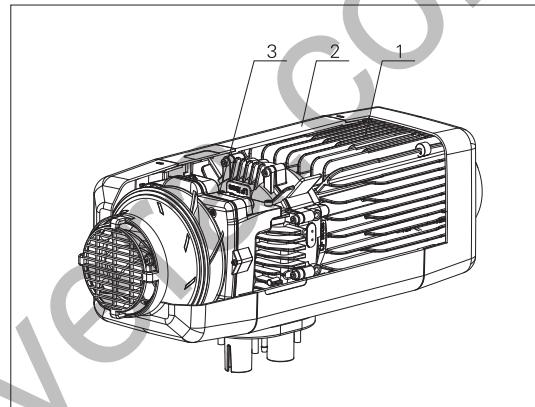

Рис. 3 (W)
3.1 Конструкция отопителя показана на Рис. 3(W), 4(E)